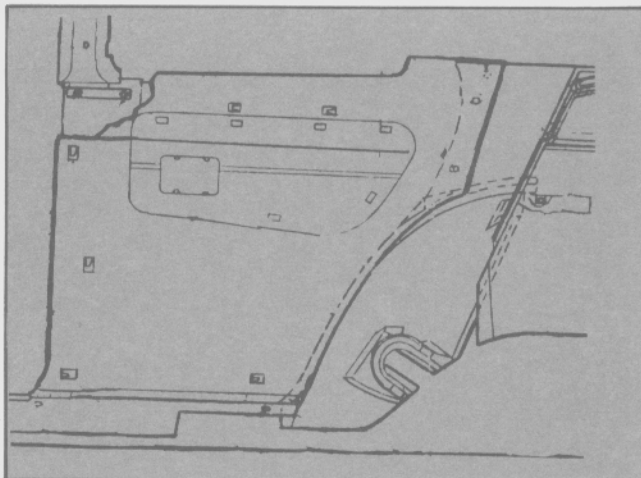

Fig. 18 - Ubicación de las trabas y tornillos de retención.
- Extraer los tornillos de retención ubicados en la zona lateral trasera del panel (Fig. 18).
- Utilizando la herramienta especial N° T82A-930053-BAS, separar, con cuidado las trabas de retención de sus puntos de anclaje (Fig. 18).